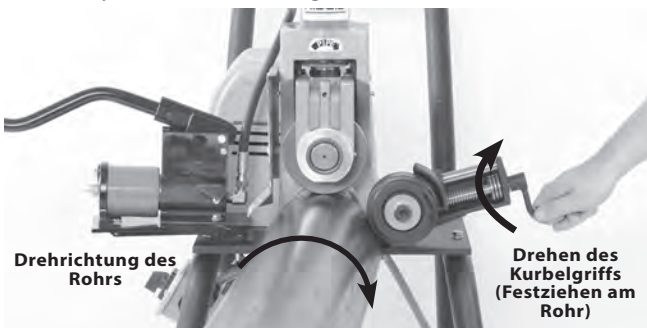

Abbildung 14 – Versetzen des Rohrs um $\frac{1}{2}^\circ$ (übertriebene Darstellung)
3. Drehen Sie den Kurbelgriff am Stabilisator, bis das Rollgerät mit dem Rohr in Kontakt ist. Drehen Sie den Kurbelgriff 1 (eine) weitere Umdrehung, um das Rollgerät am Rohr vorzuspannen (Abbildung 14). Greifen Sie nicht über das Rohr, um den Stabilisator einzustellen.